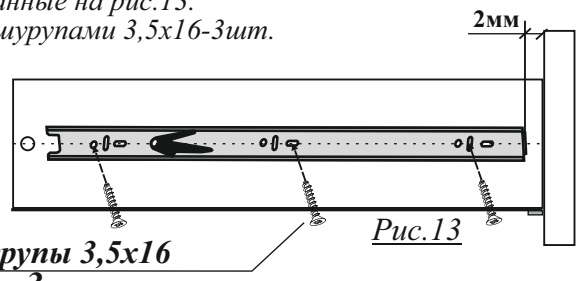

Рис.13
2.Приложить направляющую к каждой боковой стенке ящика так, чтобы центры отверстий направляющей совпали с линией на боковой стенке ящика, выдержав размеры, показанные на рис.13.
3.Крепить направляющую к каждой боковой стенке ящика шурупами 3,5x16-3шт. (см. рис.13)